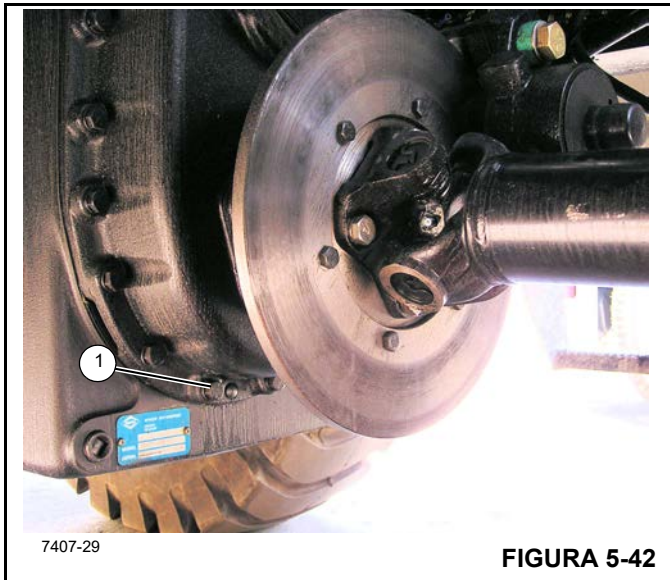

FIGURA 5-42
3. Coloque un recipiente adecuado debajo del tapón de vaciado de la transmisión (1, Figura 5-42).
4. Saque el tapón (1, Figura 5-42). Vacíe el aceite de la transmisión en el recipiente. Vuelva a instalar el tapón de vaciado.